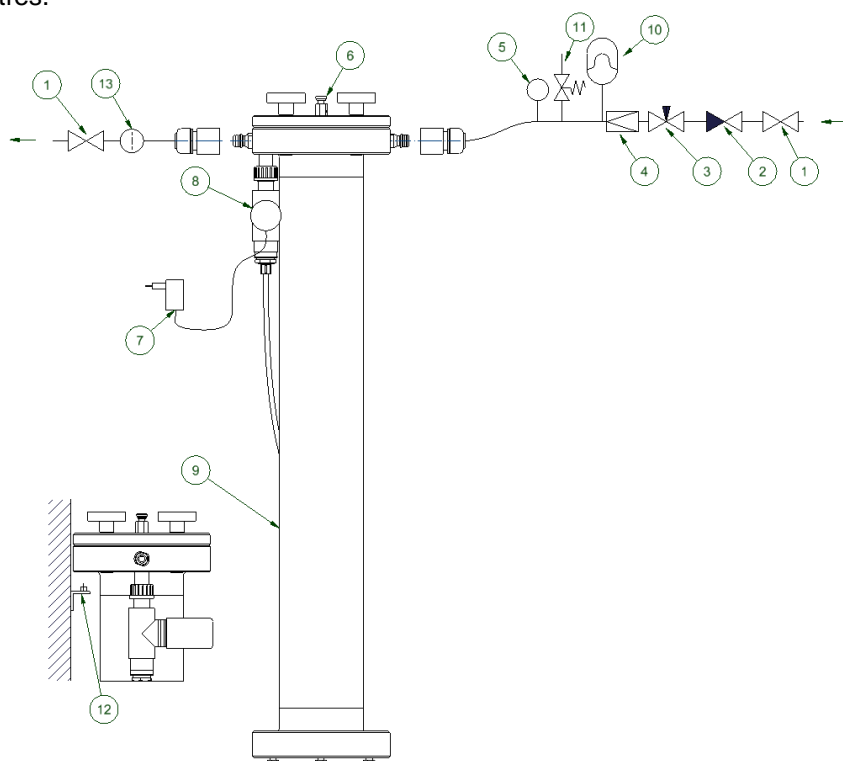

Figure 2 - Installation en pression
2. La pression maximale admissible est de 6 bars. En cas, de surpression, de retour d'eau ou d'augmentation de température pendant un arrêt, prévoir éventuellement un réducteur de pression (pos. 4), vase d'expansion (pos. 10), ou une soupape (pos.11) à l'entrée de l'unité.
6. **N.B.** : dans certain cas, un re-largage limité et temporaire de particules de résines inférieures à 0,5 mm pourrait se produire. Si ce phénomène est gênant pour les appareils en aval, prévoir l'installation d'un filtre à la sortie de l'unité SILEX (fig. 2 pos. 13)
7. Prévoir un clapet anti retour (pos. 2) entre l'alimentation et l'unité SILEX. Vérifier et suivre les paramètres.